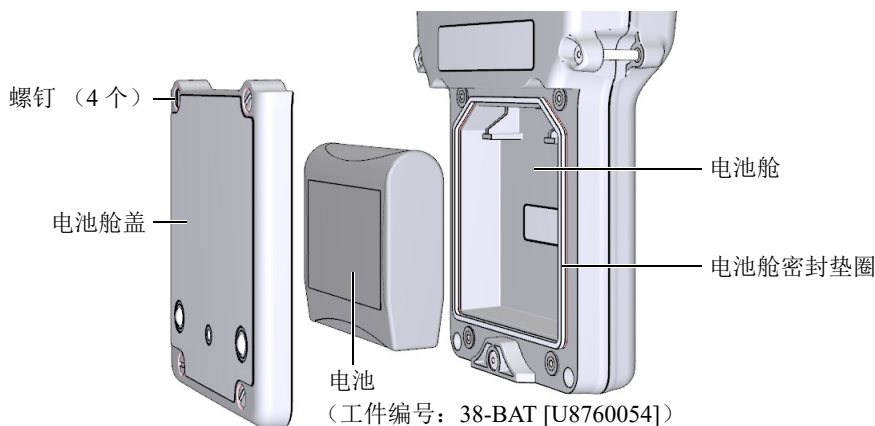

图 2-4 打开电池舱
电池位于 38DL PLUS 仪器后面板上的电池舱中（参见第 40 页的图 2-4）。
6. 拧下位于仪器后面板的电池舱盖上的 4 个螺钉（参见第 40 页的图 2-4）。